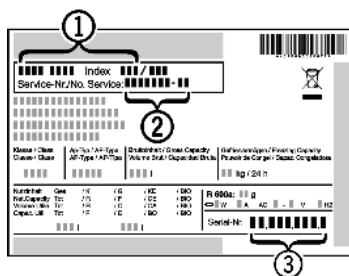

Fig. 20
- ▶ Označení přístroje Fig. 20 (1), servisní číslo Fig. 20 (2) a sériové číslo Fig. 20 (3) naleznete na typovém štítku. Identifikační typový štítek je umístěn na levé vnitřní stěně přístroje.